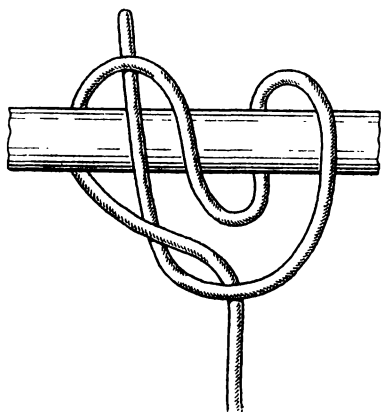

Рис. 53. Шахтерский узел
**Шахтерский узел** (рис. 53). Прост, оригинален и надежен этот узел. При постоянной нагрузке он хорошо держит. Видимо, свое название он получил ввиду того, что им пользовались в шахтах. И хотя он не считается морским узлом, его можно успешно применять как на суше, так и на море.